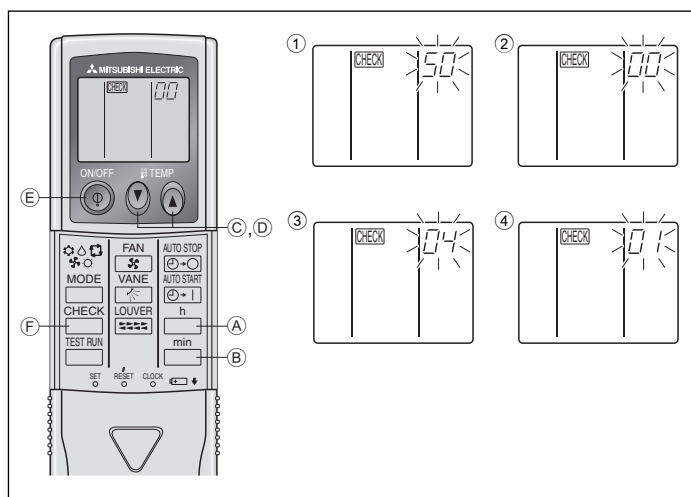

Fig. 6-9
- ⑧ Appuyer sur la touche MODE (E), les numéros de programmation et de mode (I) et (II) changeront et seront continuellement affichés, et les détails de la programmation pourront être confirmés.
- ⑨ Appuyer simultanément sur les touches FILTER (A) et TEST RUN (B) pendant au moins 2 secondes. L'écran de sélection des fonctions apparaît momentanément, et l'affichage d'arrêt du climatiseur apparaît.
2) Pour la télécommande sans fil (Fig. 6-9)